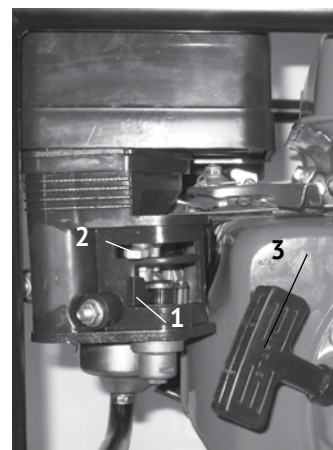

рис. 3
- открыть топливный кран (рис.3 поз.1) – крайнее правое положение;
- установить рычаг управления воздушной заслонкой (рис.3 поз.2) в крайнее правое положение - «закрыто» при пуске холодного двигателя, или в промежуточное положение при прогревом двигателя;
- резко, с усилием потяните рукоятку стартера (рис.3 поз.3) до упора, повторите действие ещё раз, если двигатель не завёлся.